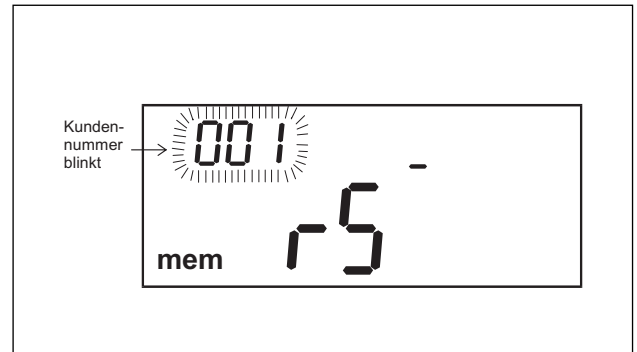

Abb. 9.17
- Die Taste **RS 232** drücken, um die **Kunden- und Prüflingsnummer** anzuzeigen. Siehe Abb. 9.17.
- Die entsprechende Prüflingsnummer über die numerische Tastatur (11) eingeben. Die Nummer besteht aus sechs Ziffern und muss zwischen 000 001 und 999 999 liegen. Führende Nullen, d.h. die Zahl Null an erster Stelle (z.B. **001 234**), brauchen nicht eingegeben zu werden. Die Taste **EINGABE** kann verwendet werden, um zwischen der Prüflings- und der Kundennummer umzuschalten.